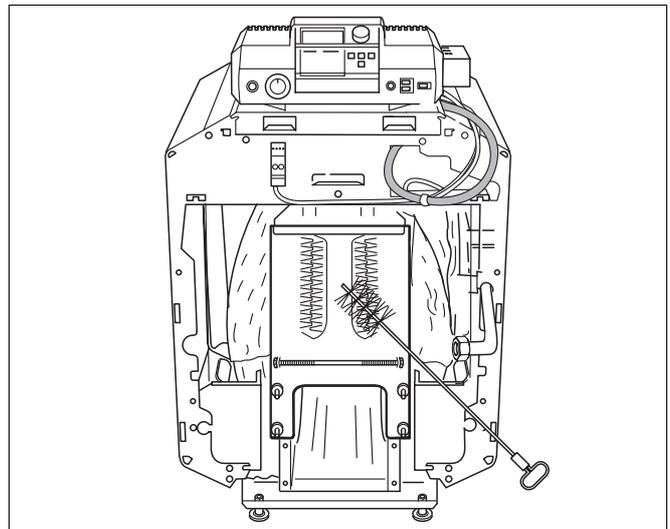

Abb. 40 Bürstenreinigung
- Heizgaszüge oben beginnend horizontal durchbürsten (Abb. 40).